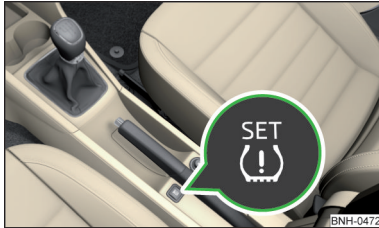

Abb. 128
- Die Symboltaste  » **Abb. 128** drücken und gedrückt halten.